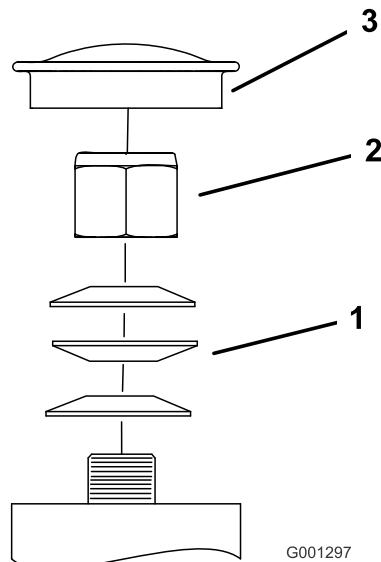

Figura 65
3. Retire el tapón anti-polvo de la rueda giratoria y apriete la contratuerca (Figura 65).
4. Apriete la contratuerca hasta que las arandelas de muelle estén planas, luego afloje 1/4 de vuelta para establecer la pre-carga correcta de los cojinetes (Figura 65).
Importante: Asegúrese de que las arandelas de muelle están correctamente instaladas, según se muestra en Figura 65.